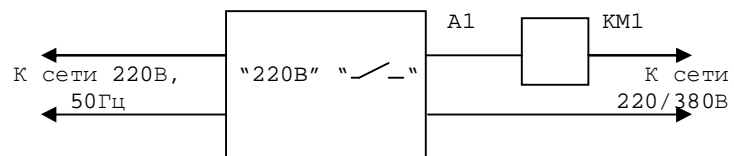

Рис.2
6.4. Выполните электромонтаж внешних цепей в соответствии со схемой подключений рис.2.